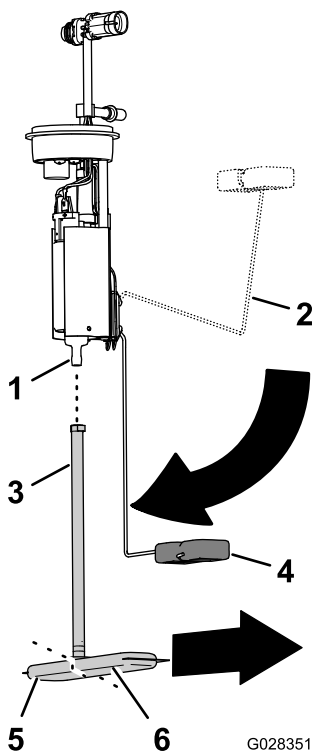

図 121
1. 燃料ポンプのフィッティングから燃料フィルタのピックアップチューブを外す 図 121。
2. 新しい燃料フィルタのピックアップチューブを、燃料ポンプのフィッティングに合わせる 図 121。
3. 燃料フィルタの長い方の脚を、フロートのアームが「残量ゼロ」位置の時のフロートに合わせる 図 121。
4. 燃料ポンプのフィッティングをピックアップチューブの一番奥まで入れる 図 121。
2. 燃料ポンプ / センダーユニットを、燃料タンク内部に入れる 図 120 と 図 121。